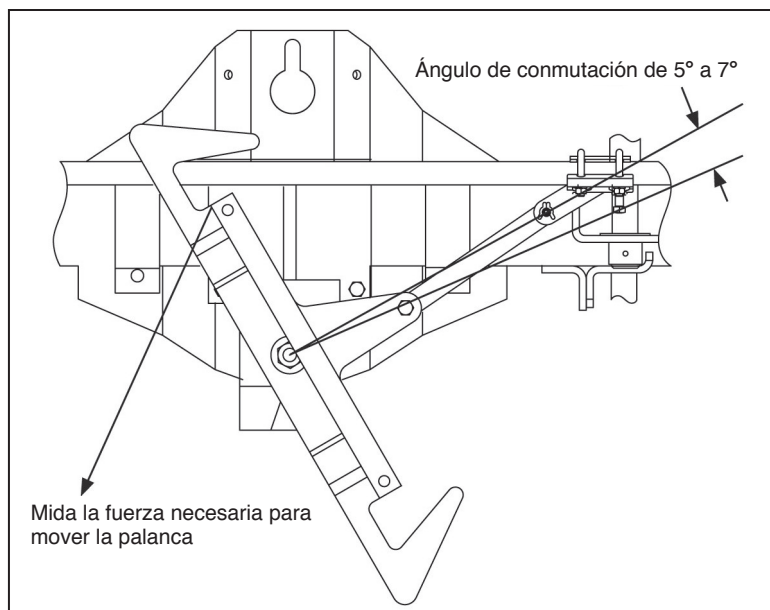

Figura 15. Palanca y eslabón en posición conmutada.
- En la posición de cierre, la palanca operativa y el eslabón deben estar conmutadas como se muestra en la Figura 15. Debe emplearse una fuerza de 25 a 35 libras para sacar la palanca de dicha posición.